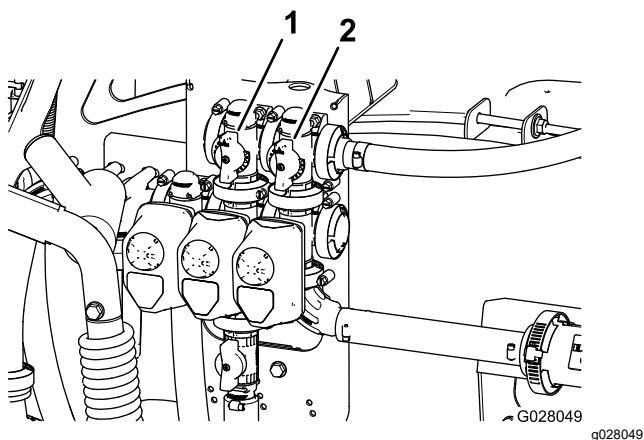

Figura 24
11. Ajuste a válvula de desvio de agitação (**Figura 24**) na parte traseira da válvula de agitação até que a leitura de pressão no manômetro seja de 6,9 bar (100 psi).
9. Ajuste a alavanca de desvio da seção principal para controlar a quantidade de agitação que ocorre no tanque (**Figura 24**).